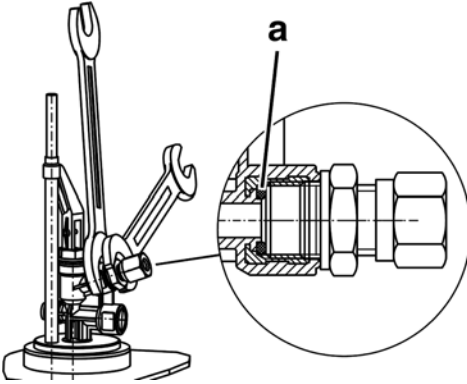

Bild 3: Rohrverschraubung montieren
3. Mit Schlüssel SW 24 an der Armatur gegenhalten und Rohrverschraubung mit max. 20 Nm anziehen (Bild 3).